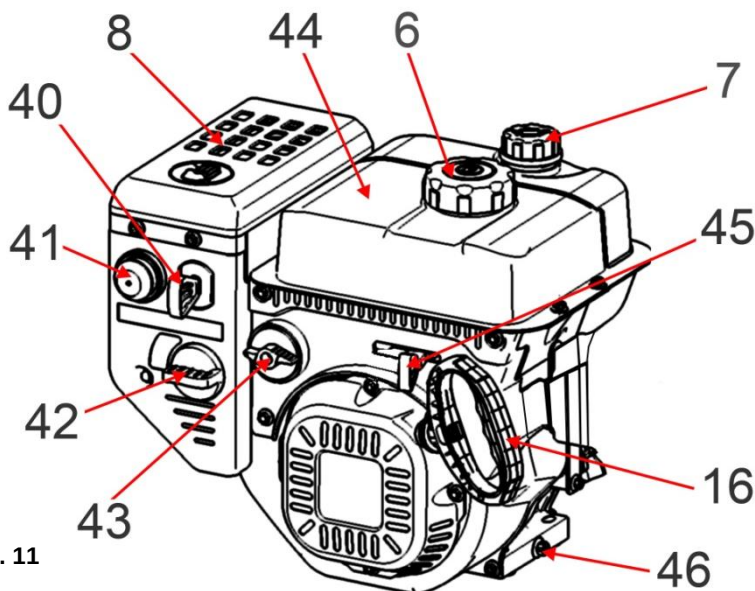

Рис. 11
- Открутите крышку (7). Крышка имеет встроенный щуп уровня масла.
- Снова выньте щуп – и на нем останется метка уровня масла. Если уровень масла меньше нижней линии (L) на щупе, долейте масло до отметки МАКСИМУМ (символ «H») на щупе.
- Для слива отработанного масла, очистите поверхность около сливной пробки (46)(См. Рис.11).
Органы управления двигателя (См. Рис.11)
- Установите рычаг крана подачи топлива (43)(См. Рис.11) в положение «Открыто» (ON).
- Поставьте рычаг привода воздушной заслонки (42)(См. Рис. 11) в следующее положение:
- 4.3.1. Откройте топливный кран (43)(См. Рис.11).
- 4.3.2. Закройте воздушную заслонку карбюратора (42)(См. Рис.11).
- 4.3.4. Возьмите крепко в руки пусковую рукоятку (16)(См. Рис.11). Крепко удерживая ее в руках, плавно потяните шнур стартера, пока барабан стартера не войдет в зацепление с собачками храпового механизма.
- После запуска двигателя полностью откройте воздушную заслонку карбюратора (42)(См. Рис.11).
- Установите рычаг управления оборотами двигателя (дроссельной заслонки) (45)(См. Рис.11) в положение «Черепаша» (вправо).
- Установите кран подачи топлива (43)(См. Рис.11) в положение «ВЫКЛ» (OFF).